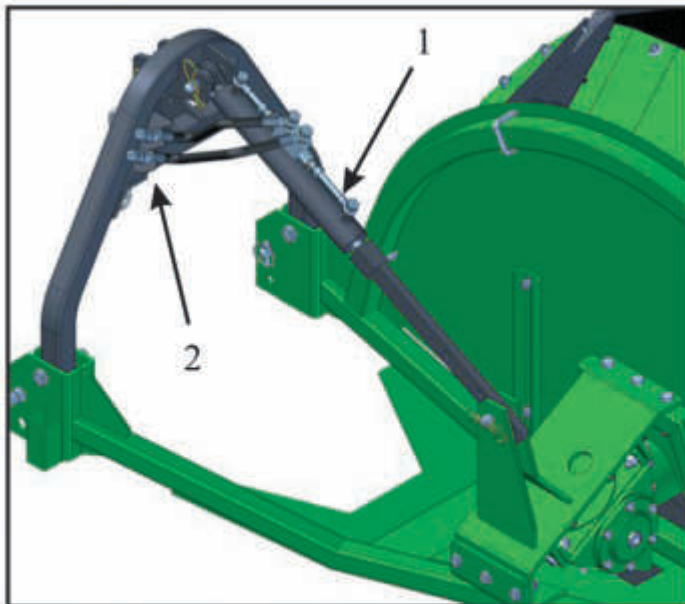

Fig.24
2. Montare il cilindro idraulico come mostrato in fig.24 e introdurre i perni precedentemente sfilati con le relative coppiglie di sicurezza negli appositi fori.
6. Riporre i tubi idraulici nelle apposite sedi (n°2 di fig.24).
2. Install the hydraulic cylinder as shown in fig. 24 and introduce the pins previously removed, and the related safety cotter pins, into the specific holes.
6. Place the hydraulic tubes back into their specific seats (no. 2 in fig. 24).
2. Man montiert den Hydraulikzylinder, siehe Abb. 24 und fügt die zuvor entfernten Bolzen mit den entsprechenden Sicherungssplint erneut in die Bohrungen ein.
6. Fügen Sie die Hydraulikleitungen wieder in die entsprechenden Sitze (Nr. 2 Abb. 24).